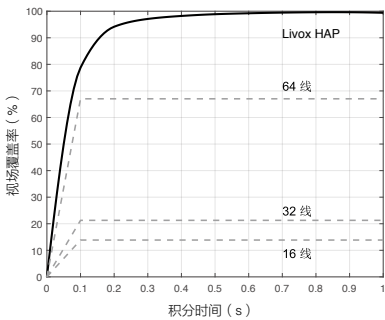

图 1.2.3 HAP (TX) 以及当前市场上常见的几款多线机械旋转式激光探测测距仪不同积分时间下的视场覆盖率。其中，64 线/32 线/16 线产品的竖直 FOV 分别是 27° / 41° / 30° 。
下图（图 1.2.3）给出了不同积分时间下 HAP (TX) 的视场覆盖率，和当前市场上常见的几款多线机械旋转式激光探测测距仪的对比。从图中可以看出，当积分时间小于 0.1s 时，HAP (TX) 的视场覆盖率接近 80%，优于常见 64 线机械旋转式激光雷达；当积分时间继续增大，达到 0.5s 左右时，视场覆盖率将会接近 99%，即视场中几乎所有区域都会覆盖到。